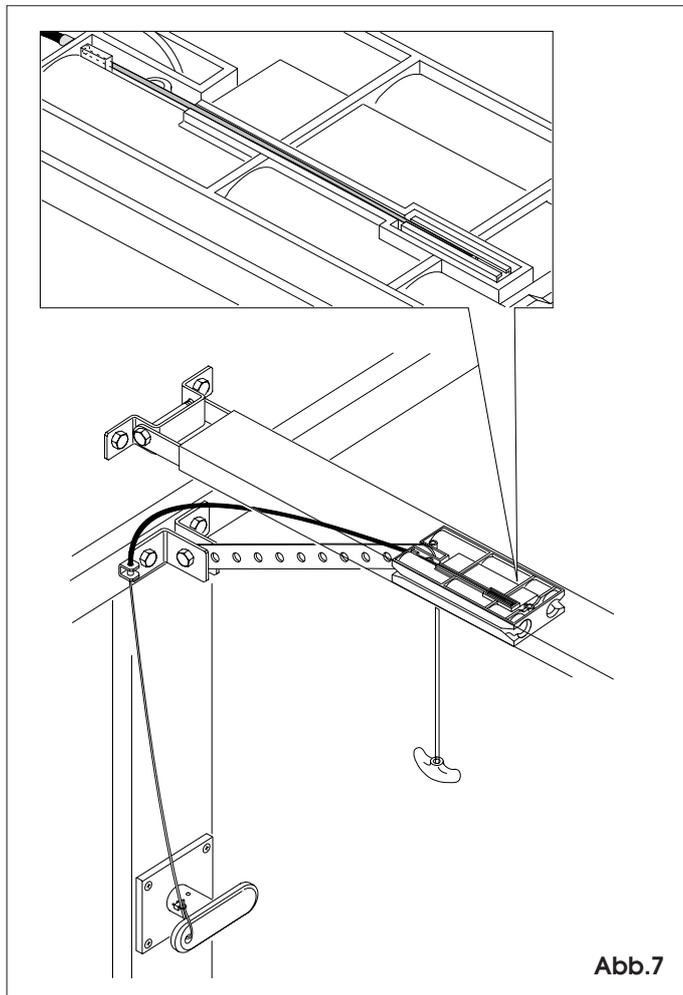

Abb.7
6.1 Wird die Installation einer externen Entriegelungsvorrichtung (Optional) vorgesehen, ist der Schlitten aus seiner Führung herauszunehmen und das Kabel in den dazu vorgesehenen Sitz auf dem Schlitten gemäß Abb.7 einzulegen.